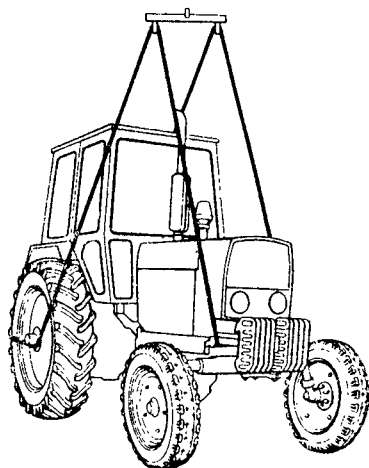

Рис. 139. Схема строповки трактора
10. Захват, погрузку (выгрузку) тракторов на платформы транспорта выполняйте согласно схеме строповки трактора (рис. 139) и Правилам Гостехнадзора.